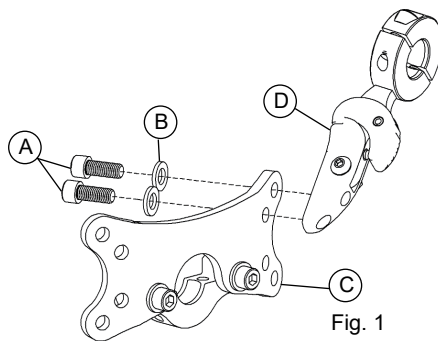

Fig. 1
1. Fest utsvingbar(e) feste(r) (Fig. 1, D) til S.O.F.T-putens festeplate (Fig. 1, C) for lateralstøtter ved bruk av skruer (Fig. 1, A) og skiver (Fig. 1, B). Stram skruene forsvarlig.